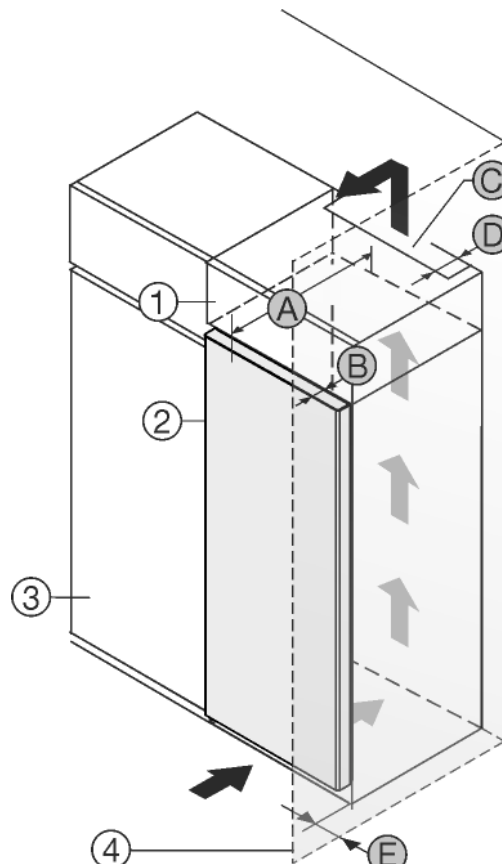

Fig. 1
Установите устройство непосредственно рядом с кухонным шкафом Fig. 1 (3)*
На задней стенке дополнительного шкафчика должен быть вентиляционный канал с глубиной Fig. 1 (D) по всей ширине этого шкафа.*
Нужно соблюдать вентиляционное отверстие Fig. 1 (C) под нижней панелью.*
Если устройство установлено на шарнирах у стены Fig. 1 (4), то расстояние между устройством и стеной должно быть не менее 13 мм.*
Если устройство установлено на шарнирах у стены Fig. 1 (4), то расстояние между устройством и стеной должно быть не менее 57 мм. Настолько выступает ручка при открытой дверце.*